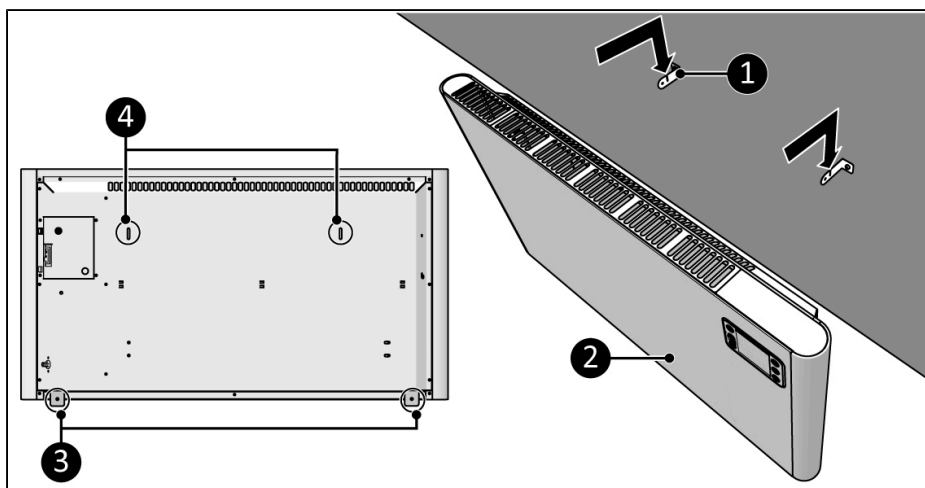

Figure 12.
9. Placez les trous des supports (Figure 12, pos. 4) sur les support muraux (Figure 12, pos. 1).
10. Laissez l'appareil (Figure 12, pos. 2) tomber dans les ouvertures des supports muraux (Figure 12, pos. 1).
11. Utilisez les supports de l'appareil (Figure 12, pos. 3) pour marquer la position du trou inférieur sur le mur.
12. Retirez l'appareil des supports muraux (Figure 12, pos. 1).